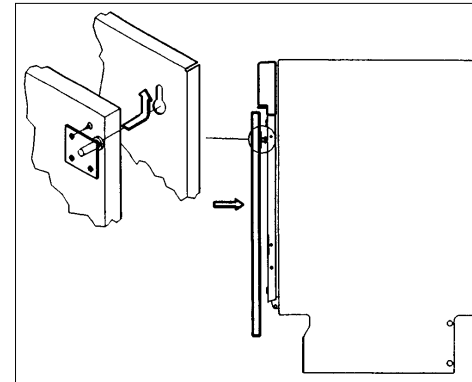

fig. 16
- Fixez le panneau sur la porte du lave-vaisselle en enfonçant les goupilles supérieures qui se trouvent dans les encoches de la partie en plastique. Faire glisser le panneau légèrement vers le haut et fixer le dessous comme indiqué sur le dessin (voir fig. 16).